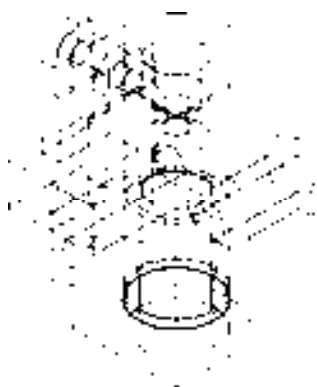

图 10-150 旋转实体
6) 单击“建模”工具栏中的“旋转”按钮，将上步创建的面域绕 X 轴进行旋转，结果如图 10-150 所示。